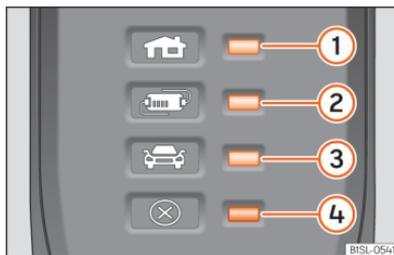

Abb. 63 Am Ladekabel für Netzsteckdosen: Kontrollleuchte in der Schutzleuchte.
>>> [Abb. 63]:
>>> [Abb. 63] ist der Ladestecker so lange stromlos, bis er in die Ladedose des Fahrzeugs eingesteckt wird.
>>> [Abb. 63] ①, ② oder ③ leuchten grün.
Hinweis >>> [Abb. 63]	Bedeutung
Hinweis »» [Abb. 63]	Bedeutung
②, ④ blinken	Die Schutzeinrichtung hat sich stark erhitzt.
Wenn der Ladevorgang mit einem geringeren Ladestrom fortgesetzt wird, blinkt abgesehen von der Betriebsanzeige die Warnleuchte »» [Abb. 63] ④ rot.
- Sollte es wieder zu einer Abschaltung oder Verringerung des Ladestroms kommen und die Ursache hierfür nicht mit einer externen Wärmequelle in Verbindung stehen, ist darauf zu achten, welche grüne Kontrollleuchte blinkt »» [Abb. 63]. Zur Überprüfung des Ladekabels ist ein SEAT-Vertragshändler aufzusuchen. Zur Überprüfung der Anschlüsse der Ladeinfrastruktur ist ein Fachunternehmen für Elektroinstallationen aufzusuchen.
Wenn die rote Warnleuchte ④ blinkt oder leuchtet, ohne dass gleichzeitig eine der Kontrollleuchten »» [Abb. 63] ①, ② oder ③ die Betriebsanzeige dauerhaft leuchtet, liegt eine Störung vor.